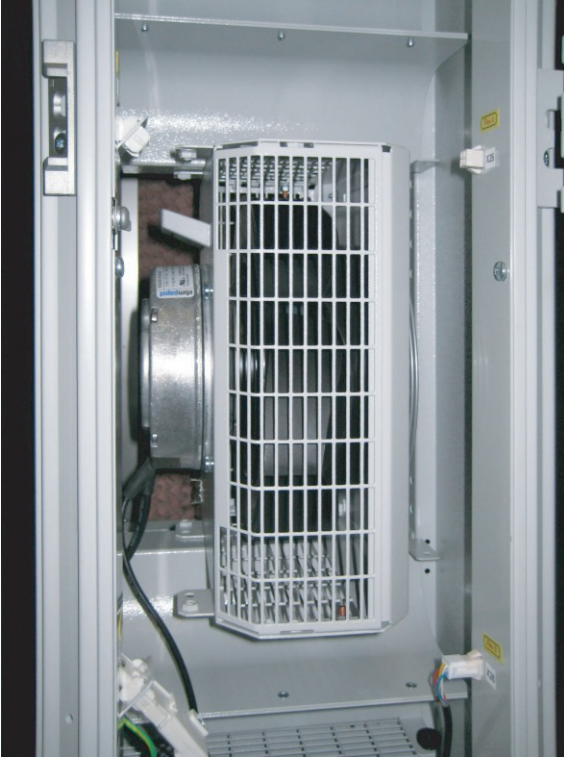

Рис. 40: Повернутый вентиляторный модуль в модульном отсеке
- Поверните вентиляторный модуль в отсеке по часовой стрелке вокруг вертикальной оси на 90° (рис. 40).